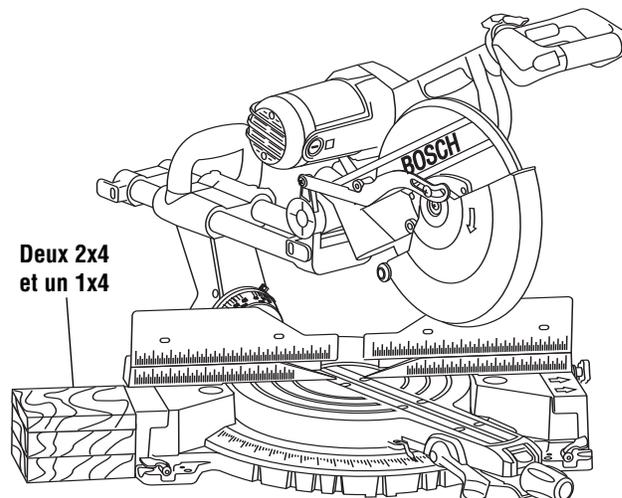

Figure 3. Bloc de support
**Blocs** — La hauteur de base (3-3/4 po) est conçue en fonction du bois d'œuvre standard de deux 2x4 et un 1x4. On peut utiliser des planches de ces épaisseurs pour créer des rallonges de support auxiliaires pour les ouvrages longs (Figure 3).